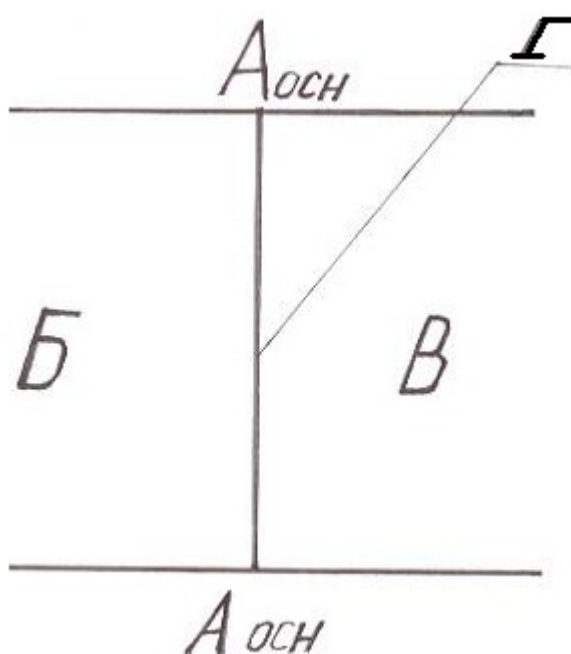

Рис.8(Вертикальные прорезы)
1. *Вертикальные прорезы.* Выполняют как две отдельные части (рис.8). Предварительно провязывают определенный участок кулирной гладью основной пряжей. Далее продолжают вязание прокладывая основную пряжу на иглы участка Б, провязывают необходимое количество рядов (в зависимости от длины прореза), затем нить обрывают, переводят каретку на холостом ходу на другую сторону и отвязывают участок В равный участку Б. По достижении необходимой длины прореза Г прокладывание нити осуществляют на все иглы. Концы пряжи у начала и конца прореза используют для ее обметки.